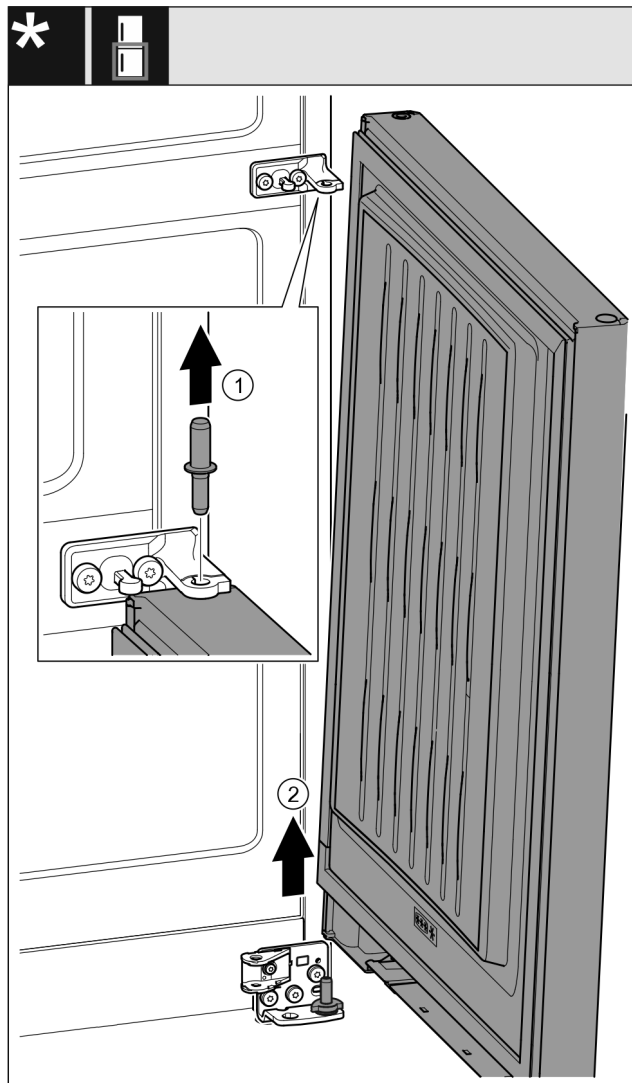

Fig. 32 Cu amortizor de închidere*
- ▶ Extrageți în sus bolțul Fig. 32 (1)*
- ▶ Pivotați ușa Fig. 32 (2) în exterior, trageți în sus și așezați-o în lateral.*